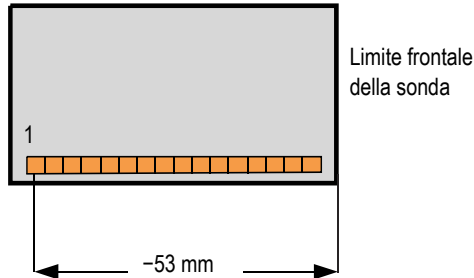

Figura 4-4 La misura del punto di riferimento della sonda
- a) Nel pulsante **Punto rif.**, inserire il punto di riferimento della sonda rappresentato dalla distanza tra la parte frontale della sonda ed il centro del primo elemento della sonda (vedere Figura 4-4 a pagina 116).